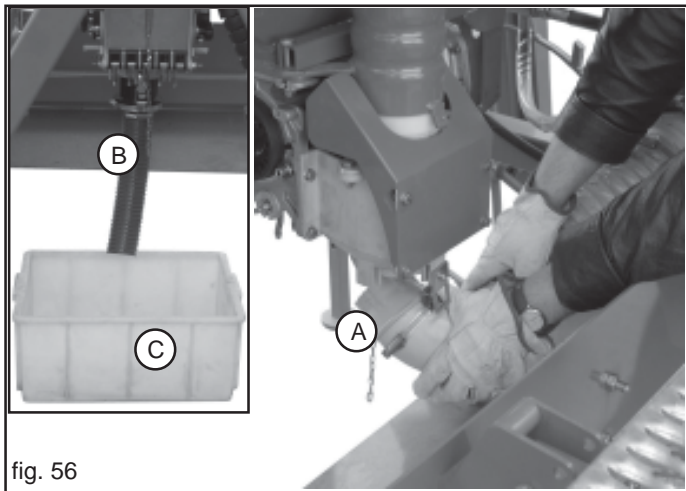

fig. 56
- Den Bogen unter dem Einspritzerkanal entfernen (A, Fig. 56), durch Loosen des Schnellverschlusses ab.
- Das beige stellte Sammelrohr (B Abb. 56) in der gleichen Position anbringen, mit dem Schnellverschluss, am anderen Rohrende einen Sammelbehälter aufstellen (C Fig. 56).